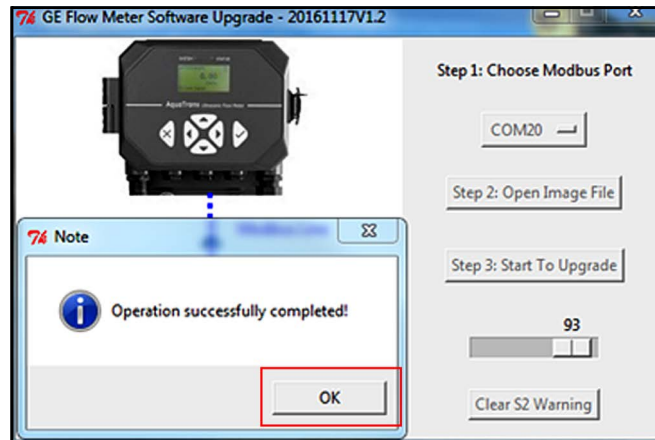

Figure 39 : Avertissement S2 supprimé avec succès
3. Après environ 15 secondes, un écran similaire à la figure 39 ci-dessous s'affiche. Cliquez sur OK, puis redémarrez l'AT600 pour vous assurer que l'erreur S2 a été supprimée.